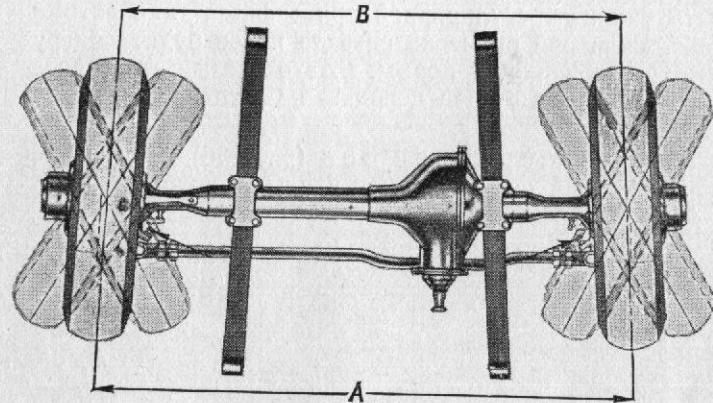

Рис. 34. Схема схождения передних колёс
Регулировка схождения колёс. Под схождением колёс (рис. 34) понимают разность расстояний между серединами колёс спереди (B) и сзади (A) (по ходу автомобиля). Нормальное схождение колёс должно быть в пределах 1,5—4,5 мм ( $\frac{1}{16}$ — $\frac{3}{16}$ "').